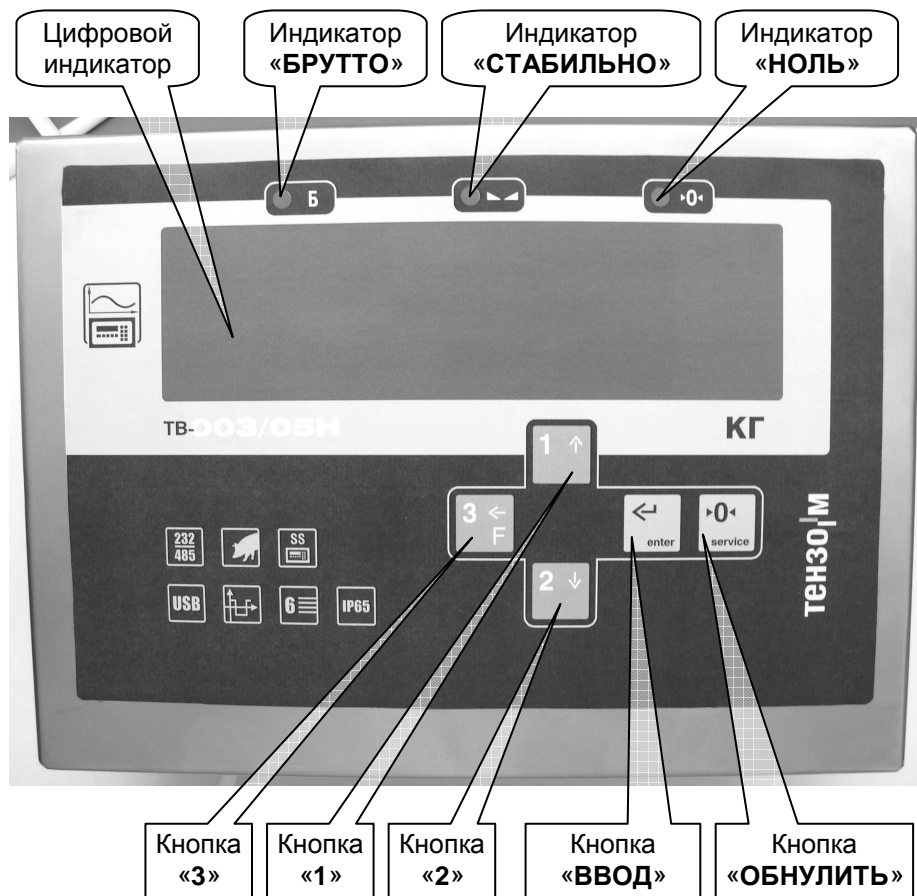

Рис. 4.1. Вид Преобразователя спереди.
На Рис. 4.1 изображён вид Преобразователя спереди.
6.2. После включения Преобразователь выполнит самотестирование, затем на цифровой индикатор (см. Рис. 4.1, стр. 5) будет кратковременно выведено название версии программного обеспечения Преобразователя: «С.4.ххх».
Для блокирования клавиатуры Преобразователя во время измерения и индикации веса нажмите подряд на кнопки клавиатуры «1», «2» и «2» (см. Рис. 4.1 на стр. 5). Показания веса «мигнут» и клавиатура будет заблокирована.